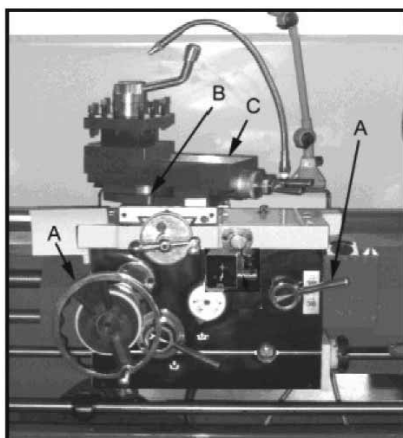

Rys. 17
1. Ustawić w żądanej pozycji dźwignię kierunku posuwu (A, rys. 17).
2. Ustawić dźwignie przełączające (B, C, rys. 17) na odpowiednią prędkość obrotową.
3. Ustawiając odpowiednio dźwignie (E, F, H, G, rys. 17) ustalić parametry żądanego gwintu.